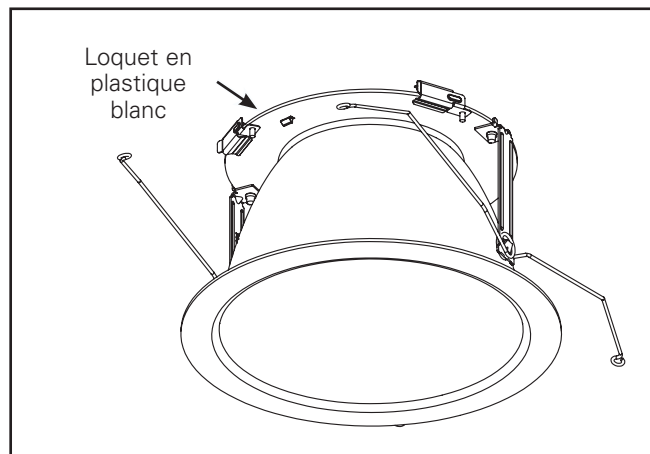
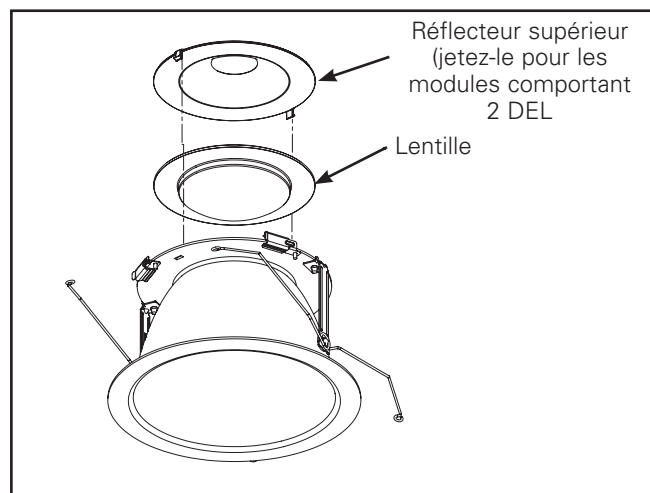

Figure 15.
Figure 16.
2. Si les modules DEL comportent 2 DEL, retirez délicatement le réflecteur supérieur en dégageant les loquets en plastique blanc (figure 15 et figure 16), puis jetez-le. Pour les modules comportant 1 DEL, conservez le réflecteur supérieur sur la garniture.